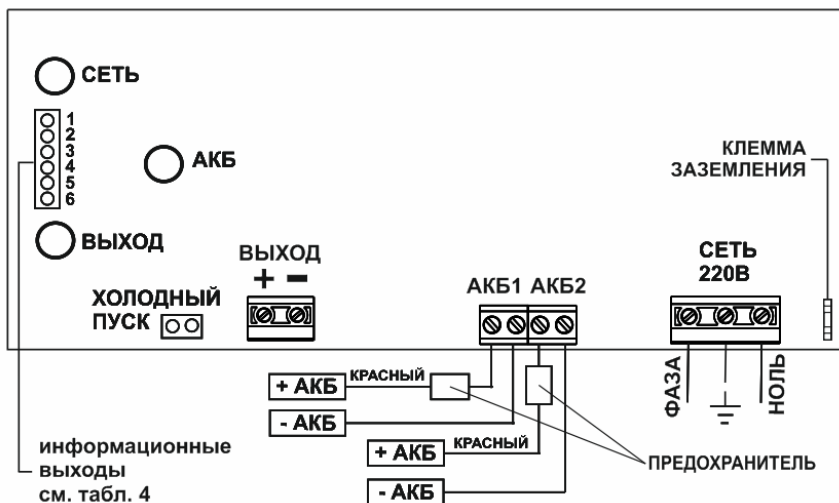

Рисунок 1. Схема подключения источника.
- Открыть крышку и проверить правильность произведенного монтажа в соответствии с рис. 1 и разделом УСТАНОВКА НА ОБЪЕКТЕ;